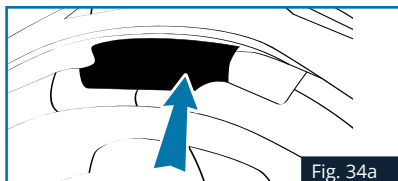

Fig. 34a
2. Setzen Sie den Akku in die Aussparung auf der Rückseite des Helms ein (siehe Abb. 34a/b/c). Der Polsterschaum muss sich zwischen dem Akku und der Abdeckung befinden.